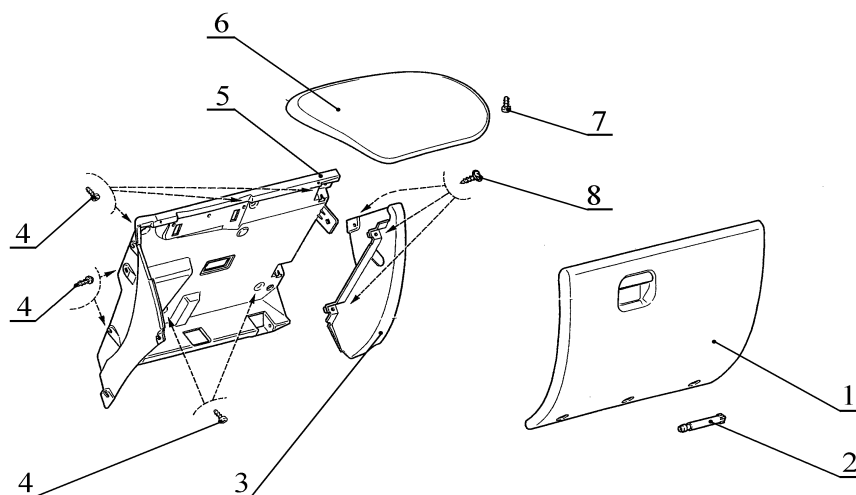

Рисунок 3. Ящик вещевой:
3.14.1 Открыть крышку 1, рис.3, вещевого ящика, отвернуть три винта 8, снять облицовку 3 вещевого ящика (отвертка крестообразная ГОСТ 10754-80).
3.14.2 Снять оси 2, рис.3, петель крышки вещевого ящика, снять крышку 1 (отвертка плоская).